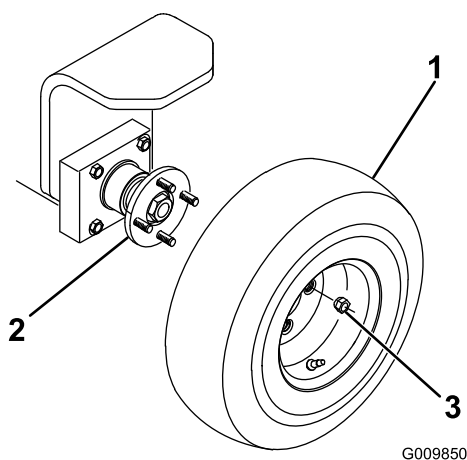

図 2
1. 後ホイール・ハブにホイール・アセンブリを取り付ける (図 2)。
2. ラグ・ナットを取り付けて (図 2)、61～88 N.m (6.2 ～ 9.0 kg.m) にトルク締めする。